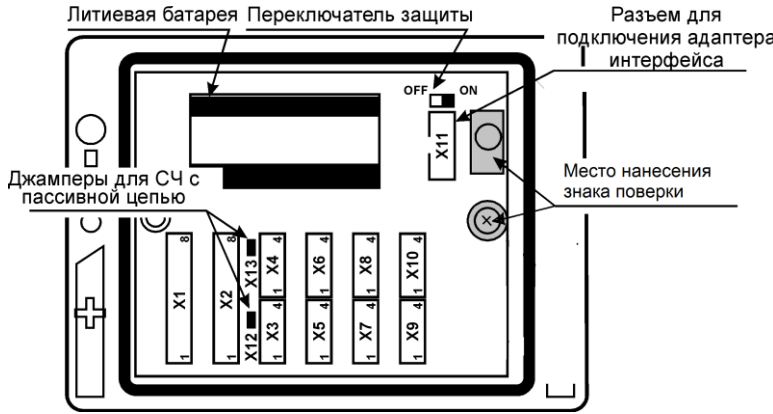

Рисунок 5.3 – Внешний вид модуля
Экраны кабелей должны быть электрически соединены между собой (только в одной точке) и с контактами ХЗ:1 и Х4:1 (рис. 5.3).
1. Джамперы X12 и/или X13 (рис. 5.3) должны быть установлены;
1. Дамперы X12 и/или X13 (рис. 5.3) должны быть сняты;
Для защиты от несанкционированного вмешательства в работу вычислителя переключатель защиты (рисунок 5.3) переводят в левое положение OFF. При этом попытки изменения настроечных параметров (кроме параметров группы **Интерф.** и параметров **RO**, **N2**, **CO2** и **P6** группы **Общие**) игнорируются, а на табло индицируется сообщение **ЗЩ!**.